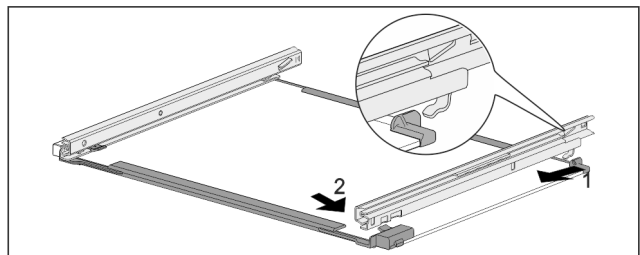

Fig. 266 Glasplatte mit Schienen
- ▶ Schiene hinten einhängen. Fig. 266 (1)
- ▶ Schiene vorne einrasten. Fig. 266 (2)